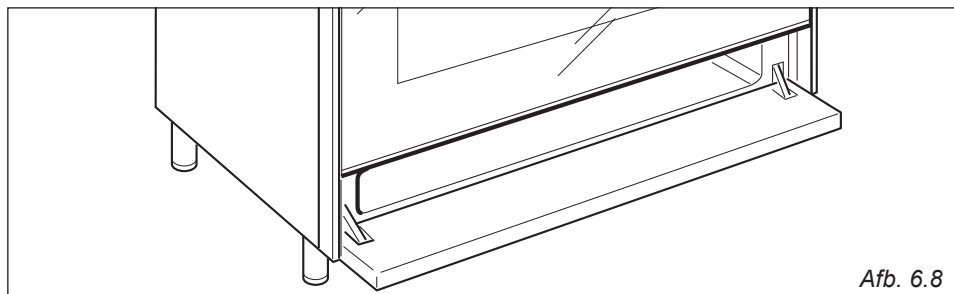

Afb. 6.7
- Er zit een speciaal scherm aan de achterkant van de oven om vetdeeltjes op te vangen, vooral tijdens het braden van vlees (Afb. 6.7).
- Het vetfilter moet aan de achterkant van de ovenruimte worden vastgehaakt, zoals aangegeven in afbeelding 6.7.